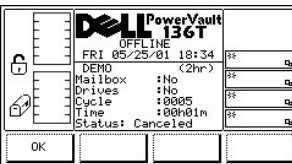

Abbildung 112. Dialogfeld "Service" > "Library" > "Exercise" > "Demo Using Time" > "Canceled"
- 1 Wenn die Taste unter dem Softkey **Cancel** gedrückt wird, wird Abbildung 112 angezeigt.